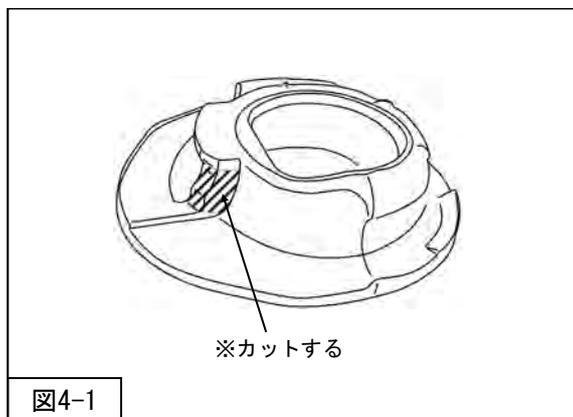

図4-1
1. ロアマウンティングラバー（純正部品）の斜線部分をカットしてください。（図4-1）